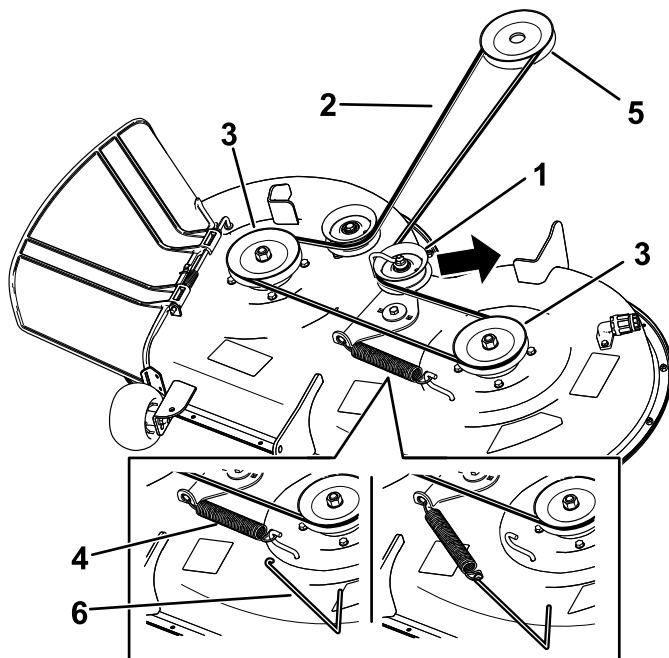

Figure 59
7. À l'aide d'un outil de dépose de ressort (réf. Toro 92-5771), décrochez le ressort du crochet sur le plateau pour détendre la poulie de tension, et déchaussez la courroie des poulies (Figure 59).
8. Acheminez la courroie neuve autour des poulies du moteur et du plateau de coupe (Figure 59).
9. À l'aide d'un outil de dépose de ressort (réf. Toro 92-5771), accrochez le ressort à l'ergot sur le plateau pour tendre la poulie de tension et la courroie de plateau du coupe (Figure 59).